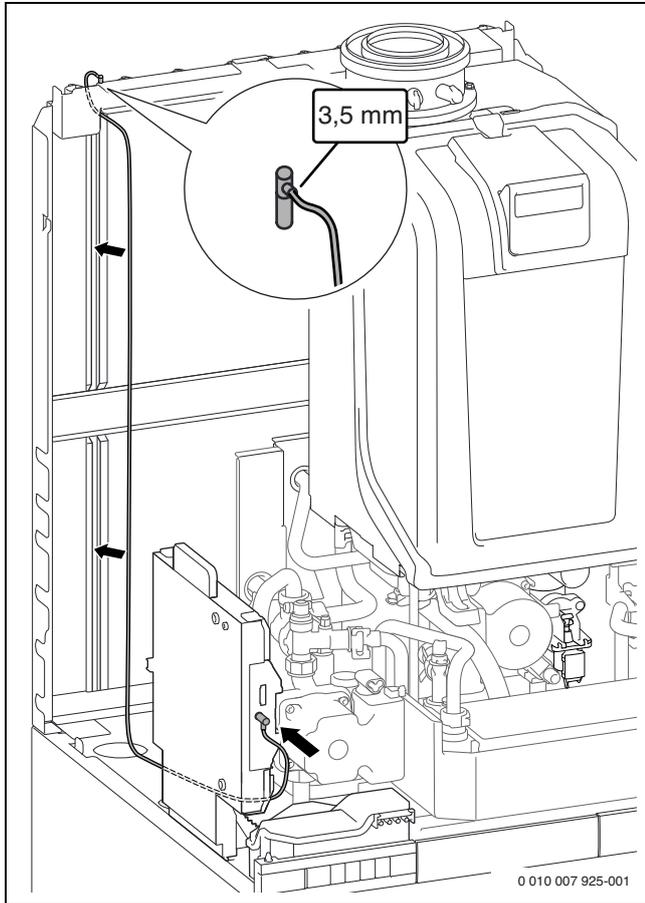

Bild 232 Anschluss und Verlegung des Kabels an Buderus Logamatic web KM100
- Kabel für den Anschluss von Buderus Logamatic web KM100 aus dem Lieferumfang entsprechend Bild 232 verlegen.